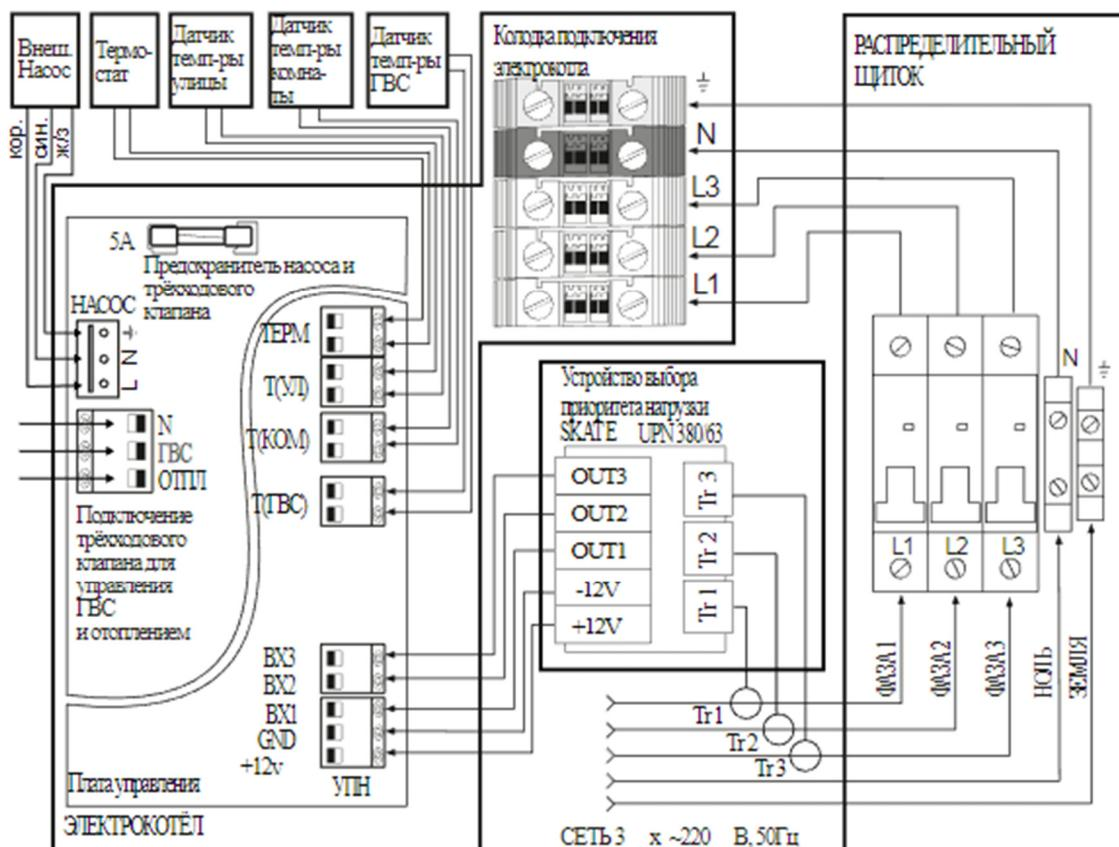

Рис. 6. Схема подключения электрокотла к сети  $3x \sim 220$  В
на временное отключение ТЭНов (см. схему подключения на Рис. 6).
установленную на заводе-изготовителе (см. Рис. 6).
- подключить на плате управления датчик уличной температуры к колодке с надписью «Т(УЛ)» (см. Рис. 6);